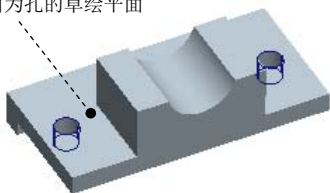

图 3.1.45 添加切削拉伸特征
2. 添加图 3.1.45 所示的切削拉伸孔特征
定义草绘平面。选取图 3.1.45 所示的零件表面为草绘平面。